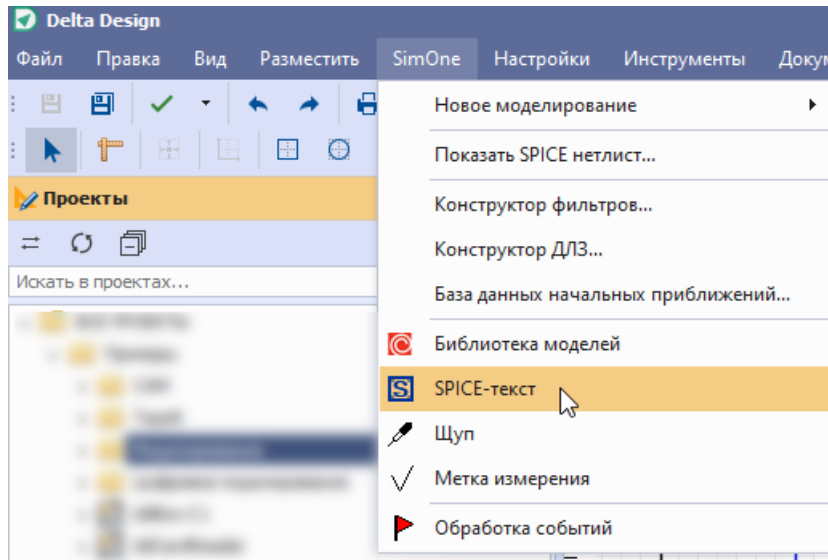

Рис. 169 Размещение SPICE-текста
2. Разместите SPICE-текст, см. Рис. 169.